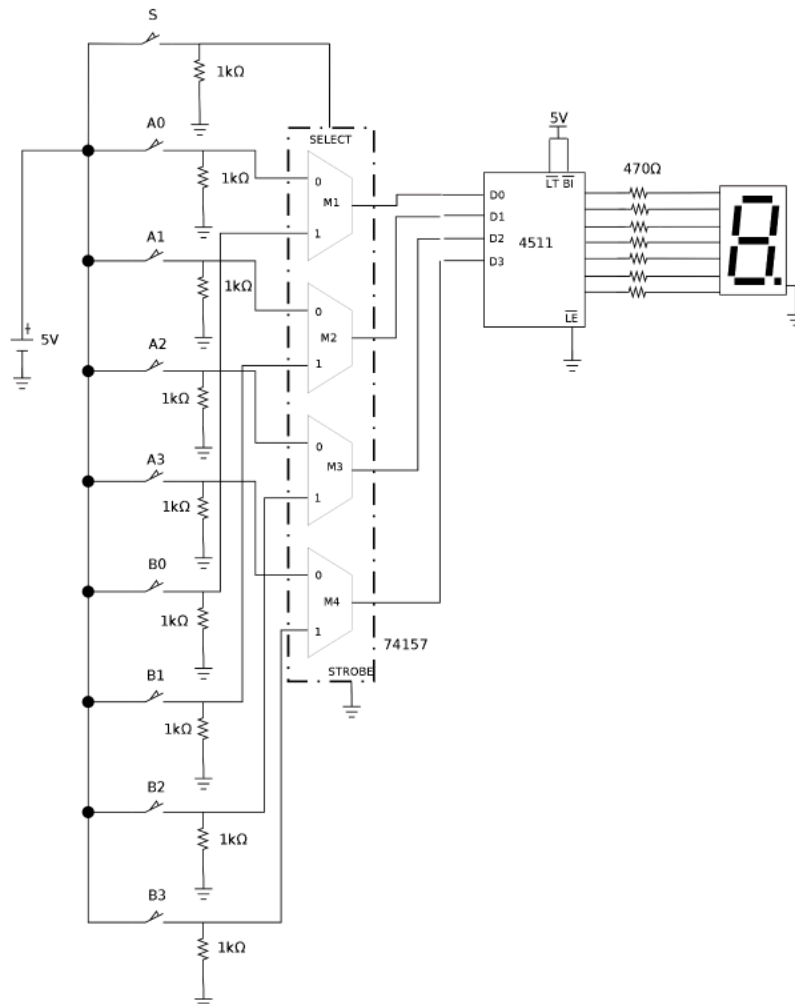

Figura 2 - Decodificador 7-segmentos
Implemente el siguiente circuito en project board. El circuito de la figura 2 consta de un multiplexor cuádruple de dos líneas a una línea, un decodificador BCD-7 segmentos, un display 7 segmentos y unos cuantos interruptores y resistencias para las entradas del multiplexor y el display 7 segmentos.
- Implemente y pruebe el circuito de la figura 2 en un project board.
- Implemente y pruebe el funcionamiento del decodificador BCD/7-segmentos que se muestra de la figura 2 en los kits de desarrollo, Digilent Nexys 4 DDR disponibles en el laboratorio.